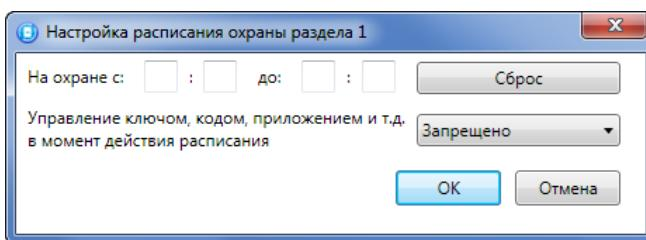

Рисунок 4.28 — Настройка расписания охраны раздела
- Расписание:* позволяет установить интервал времени, в течение которого раздел должен находиться на охране (можно задать не только интервал времени, но и указать только начало периода или только его конец). Персоналу объекта можно как предоставить возможность управлять режимом охраны раздела вручную в период действия расписания, так и запретить любые изменения режима охраны раздела (см. рисунок 4.28).